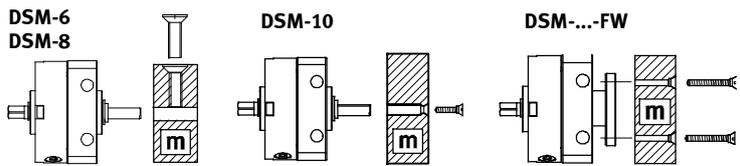

Fig. 5
- Positionner la charge utile sur l'arbre de sortie (arbre à clavette/arbre à flasque) (Fig. 5)